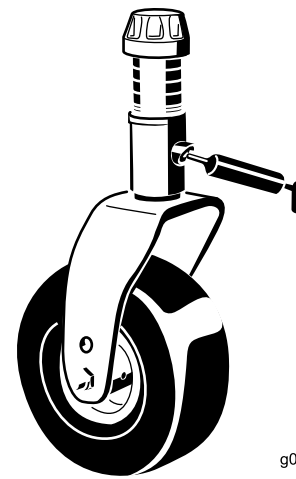

Figura 47
- Um casquilho de eixo da forquilha da roda giratória (Figura 47)